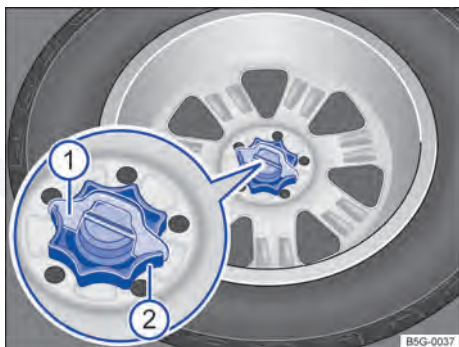

Fig. 273 No compartimento de bagagem: manipulador de fixação da roda sobressalente.
- Se necessário, retirar o calço de proteção contra giro → Fig. 273  puxando-o para cima.
- Girar totalmente o manipulador localizado no meio da roda sobressalente → Fig. 273  no sentido anti-horário, e remover a roda sobressalente.
- Girar o manipulador → Fig. 273  sobre o pino rosqueável no sentido horário até que a roda trocada esteja fixada com segurança.
- Se necessário, inserir o calço de proteção contra giro → Fig. 273  na fenda do pino rosqueável, de modo que o manipulador não possa ser mais girado.
- Girar o manípulo → Fig. 273 ② sobre o pino rosqueável no sentido horário até que a roda trocada esteja fixada com segurança.
- Se necessário, inserir o calço de proteção contra giro → Fig. 273 ① na fenda do pino rosqueável, de modo que o manípulo não possa ser mais girado.